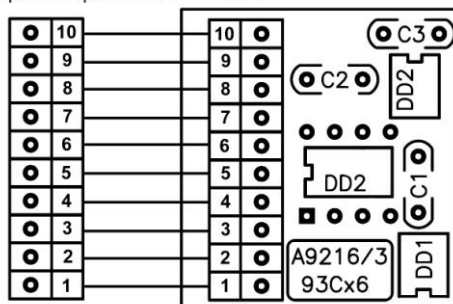

Рис.2 Монтажная схема
Монтажная схема представлена на рис.2, перечень элементов дан в табл.1.
3. Установите все детали согласно рис.2 в следующей последовательности: сначала малогабаритные, а потом все остальные элементы.